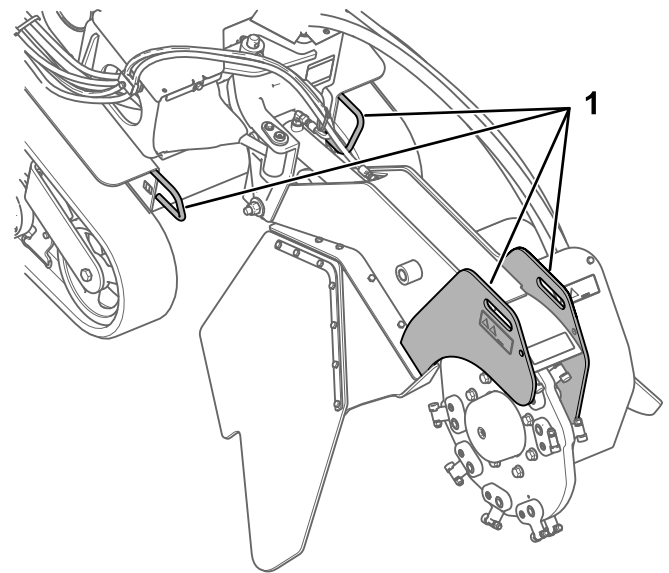
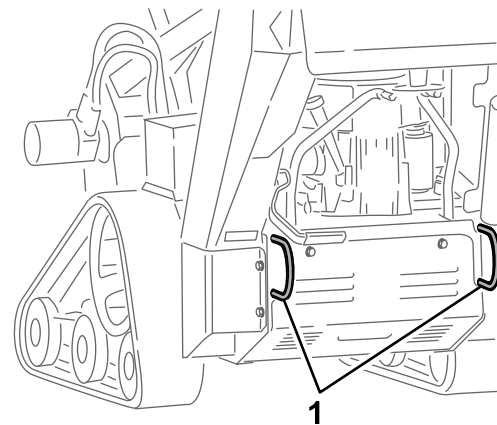

Figura 22
Figura 23
3. Sujete la máquina a un remolque con cadenas o correas usando los puntos de amarre/izado situados en la parte delantera y trasera de la máquina (Figura 22 y Figura 23). Consulte en la normativa local los requisitos aplicables al remolque y al sistema de amarre.
Puede izar la máquina usando los puntos de amarre/izado (Figura 22 y Figura 23).